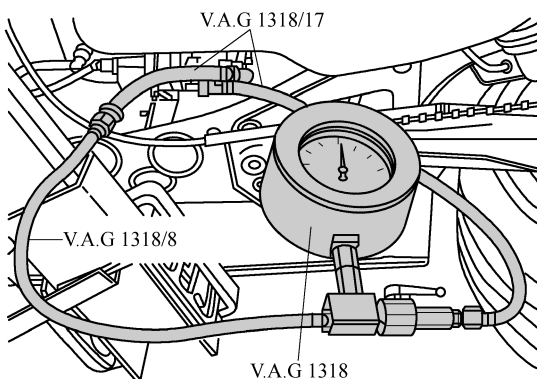

图 2-5-8 测试燃油压力
8) 如果未达到标准值,检查燃油滤清器之前的燃油压力,将压力测量装置 V. A. G1318 及适配接头 V. A. G1318/17 和 V. A. G1318/8 连接在燃油滤清器和供油管之间,然后打开压力表上的截止阀,如图 2-5-8 所示。起动发动机并使其怠速运转。如果压力上升,表明燃油泵正常,但燃油滤清器中的燃油压力调节器有故障,应更换燃油滤清器;如果压力不上升,则说明燃油泵有故障,应更换燃油泵。